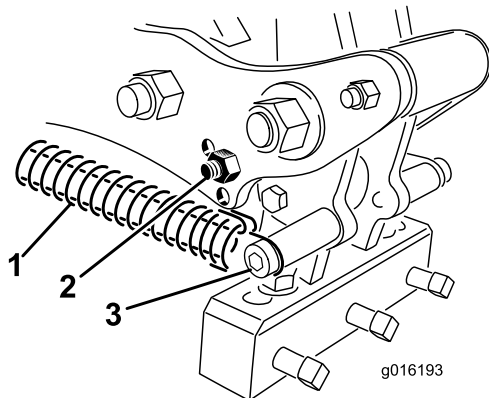

図 35
3. タイン・ヘッドにかかっているスプリングのテンションを解除する (図 35)。
4. リンク・アームからバンパー・ボルトとバンパーを外し、これらをもう一方の調整穴に差し込む (図 35)。